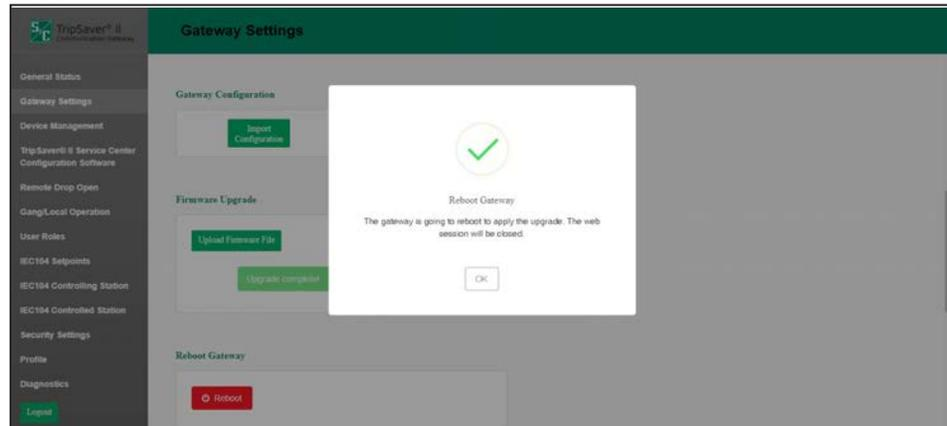

Figura 36. Caixa de diálogo informando que a atualização do firmware está concluída.
**PASSO 8.** Quando o processo de atualização estiver concluído no gateway, uma notificação é apresentada. Ver Figura 36. Quando o usuário clicar no botão **OK** desta notificação, uma tela é exibida informando que o gateway fica indisponível durante a reinicialização. O gateway leva um tempo aproximado de 5 minutos para reinicializar. A interface de usuário carrega a página de Login automaticamente após a conclusão da reinicialização. Faça o login e confirme que o novo firmware foi instalado com sucesso consultando a tela *General Status*.